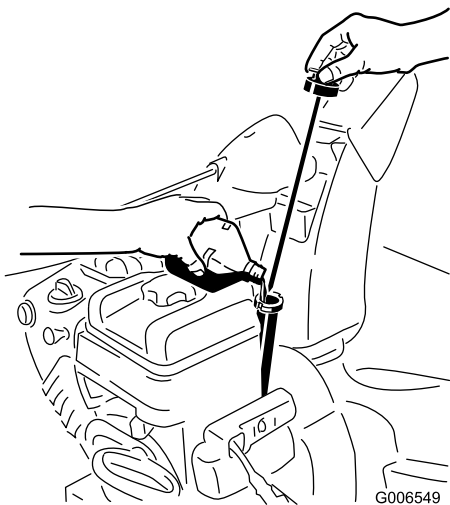

Рисунок 43
2. Выньте щуп и проверьте уровень масла (Рисунок 43). Если уровень масла находится ниже отметки Add (Добавить), то добавьте масла в двигатель. См. Раздел «Заправка двигателя маслом».